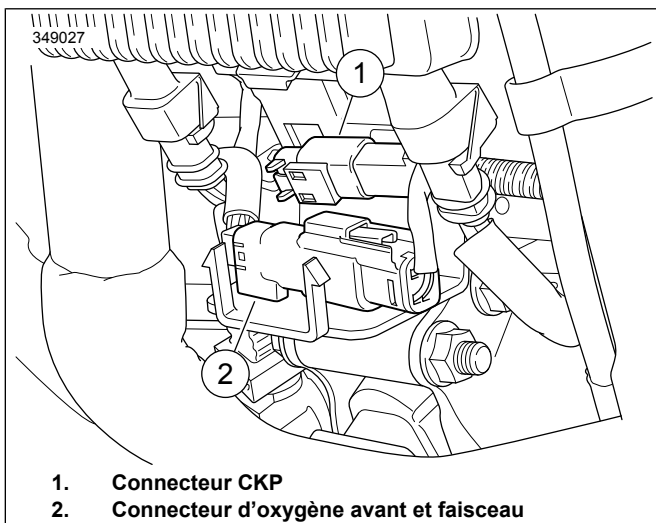

Figure 40. Emplacements de capteur d'oxygène (du côté intérieur des tuyaux d'échappement)
Voir Figure 40, Figure 52 et Tableau 5. Dans le collecteur d'échappement, no de pièce 64884-09A, installer les capteurs d'oxygène à large bande (2). En utilisant la douille fendue de capteur d'oxygène (no de pièce HD-48262-A), serrer à un couple de :